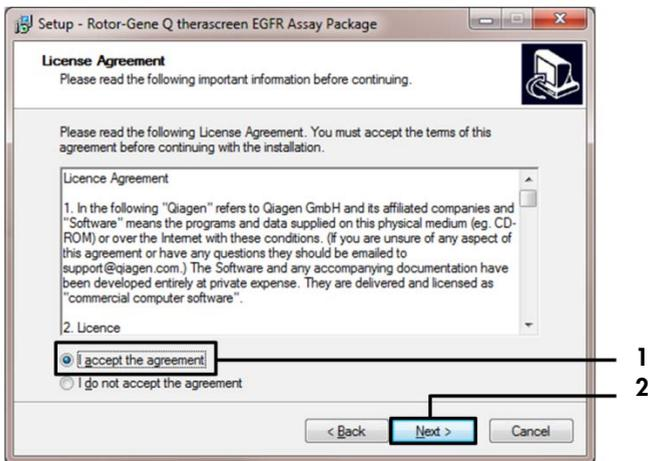

Abbildung 42. Das Dialogfeld „License Agreement“ (Lizenzvereinbarung). 1 = „I accept the agreement“ (Ich stimme der Vereinbarung zu), 2 = „Next“ (Weiter).
5. Lesen Sie die Lizenzvereinbarung und wählen Sie I accept the agreement (Ich stimme der Vereinbarung zu) aus. Klicken Sie auf Next (Weiter), um fortzufahren (Abbildung 42).